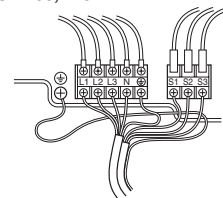

Fig. 7-2
7.1. Наружный прибор (Fig. 7-1, Fig. 7-2)
- ① Снимите защитную панель.
- ② Подсоедините кабели, как указано на Fig. 7-1 и Fig. 7-2.